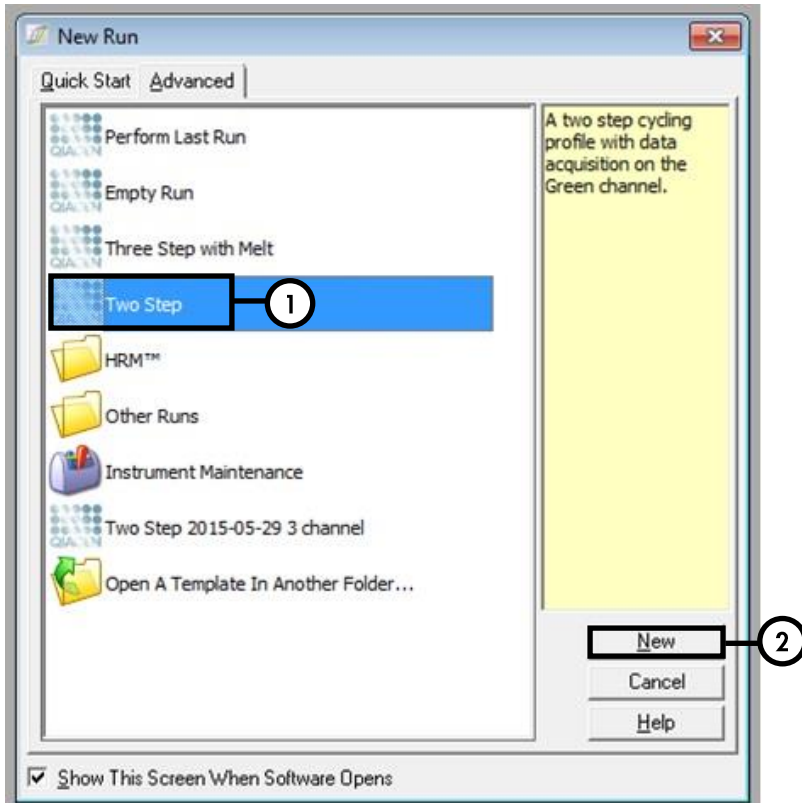

Abbildung 1. Der Dialogbereich New Run.
6. Zeigen Sie zunächst den Dialogbereich **New Run Wizard** (Assistent für neuen Lauf) mit der Version **Advanced** (Fortgeschritten) an und wählen Sie **Two Step** (Zwei Schritte) aus (Abbildung 1). Zum Fortfahren klicken Sie auf die Schaltfläche **Next** (Weiter).